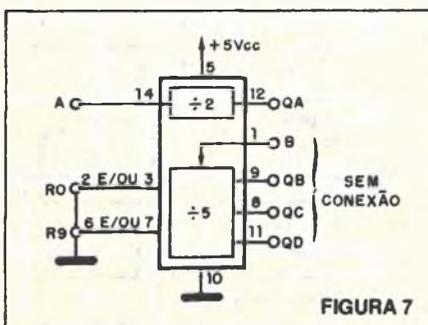

FIGURA 7
– O medidor de pressão sonora (decibelímetro) deve ficar a uma distância da fonte de ≈ 2 metros, na posição horizontal, com o microfone apontado para a fonte a ser medida, a uma altura de 1 metro do solo e afastado de qualquer objeto sólido que possa refletir sinal, como se vê na figura 7.
– Ao fazer a leitura, o operador deve ficar a uma distância mínima de 0,5m do medidor; figura 7, de maneira a evitar erro no valor da medida por reflexão. Neste caso o operador pode funcionar como um escudo refletor para o sinal a ser medido.
Esta é a forma mais simples: basta utilizar o primeiro FF do 7490, como é mostrado na figura 7, onde vemos a